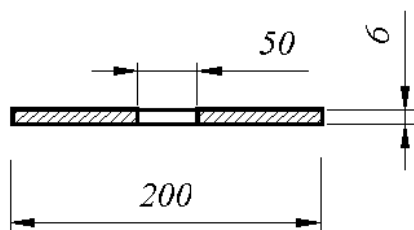

Рис. 5
2. Определяем величину площади поперечного сечения стержня (Рис.5):